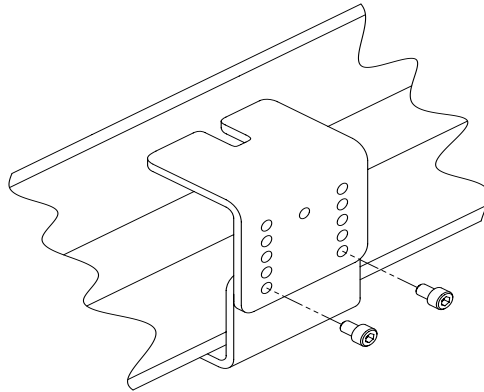

Figura 2: Cómo fijar la placa inferior a la placa trasera.
3. Coloque la placa inferior por debajo de la viga del elevador de 2 postes y entre la placa trasera; fije usando 2 de los tornillos de cabeza hueca M8 X 1,25 X 12 (vea la Figura 2).